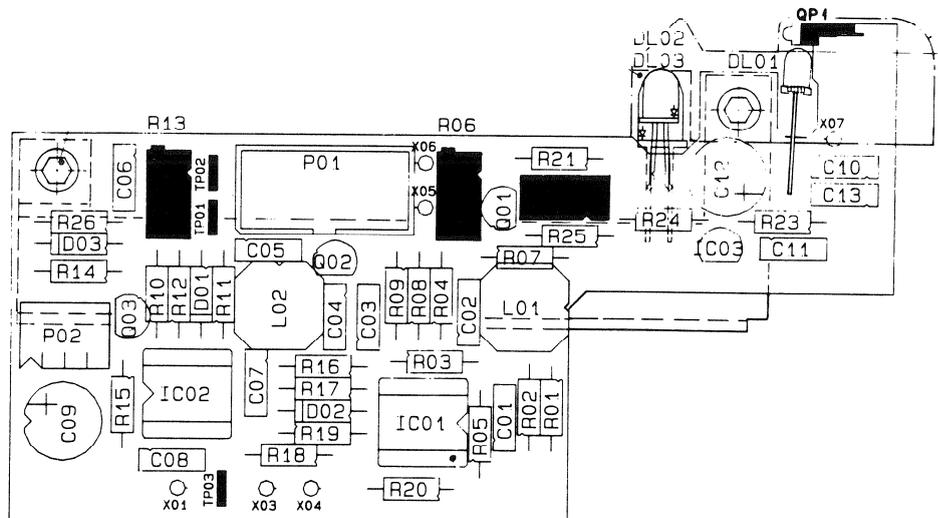

Fig. 9 Opto Sensor Board 1.820.793.82
- Oszilloskop an Testpunkt TP1 und an Masse (TP3) anschliessen. (Fig. 9)